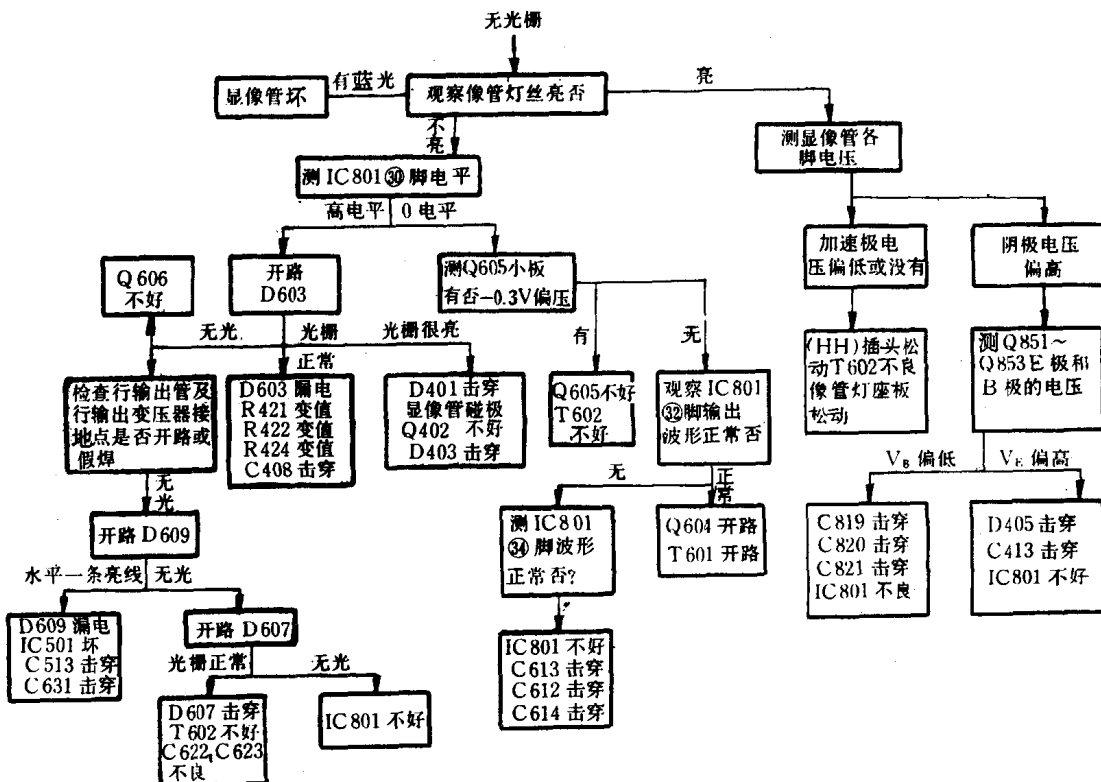

图1 无光栅故障寻迹图
造成无光栅的原因,一是机内保护电路启动,二是行电路本身故障不工作,再者是视放电路的故障使显像管处于截止工作状态。此故障现象由于IC801②脚的保护电路的控制端为0电平,因此可排除保护电路启动的可能性,去查找行扫描和视放电路的故障。查找的方法如图1所示。